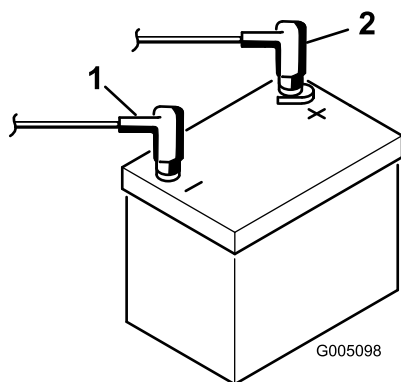

Figure 6
9. Raccordez le câble positif (rouge) de la batterie à la borne positive (+) et le câble négatif (noir) à la borne négative (-) et fixez-les en place avec les boulons et les écrous (Figure 6). Placez le capuchon en caoutchouc sur la borne positive pour éviter les courts-circuits.